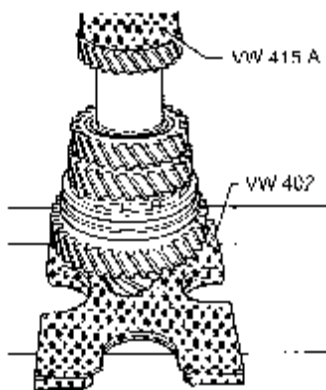

图 9-105 压入 4 挡齿轮
(21) 压入第 4 挡齿轮时，高的内凸肩指向第 4 挡，如图 9-105 所示。